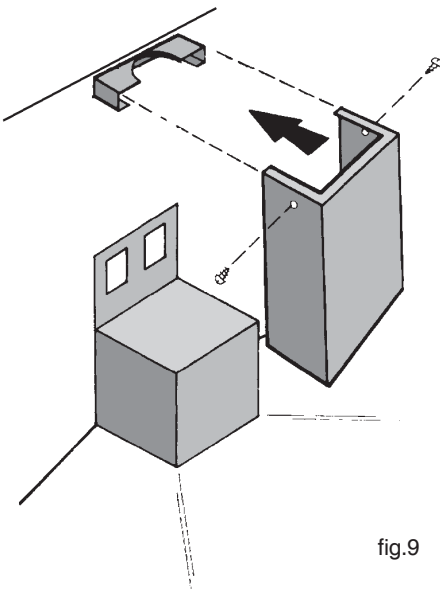

fig.9
5. Fixez la cheminée supérieure à l'aide des 2 vis (fig. 9).